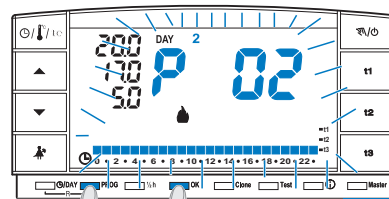

fig. 8
- Pulsar la tecla **PROG** para entrar en visualización de los programas, pulsar las teclas   (o bien PROG por impulsos) hasta que sobre la pantalla aparezca el número del programa que se desea seleccionar. Los programas **P 02 (invierno)** y **P 03 (verano)** como viene configurado de fábrica, poseen todos los dígitos en una escala de 24 hs que hacen referencia a la temperatura de **t3** (Ausencia) ejemplo en la fig. 8.